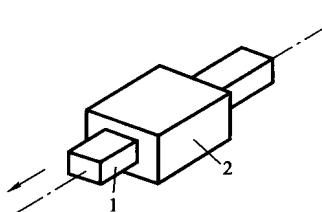

图 1-4 移动副
② 移动副：若组成运动副的两构件只能沿某一轴线相对移动，这种运动副称为移动副，如图 1-4 所示。